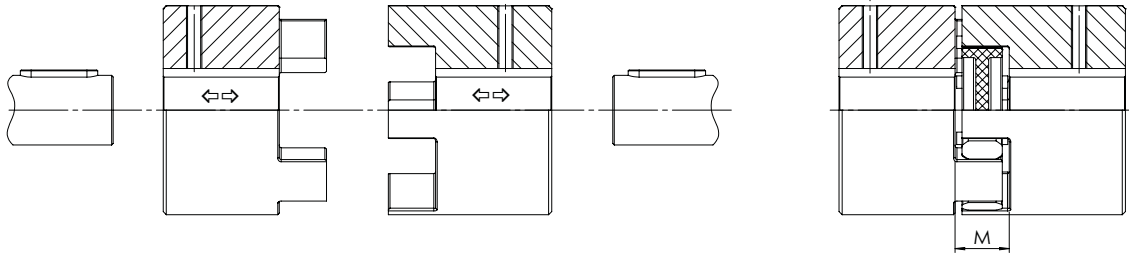

Figura 4.2 – TRASCO® ES: montaggio GESF
- Montare i mozzi sull'albero motore e condotto (vedi FIGURA 4-2)
- Avvicinare motore e utilizzatore fino all'ottenimento della quota M (vedi FIGURA 4-2 e Errore. L'origine riferimento non è stata trovata.)